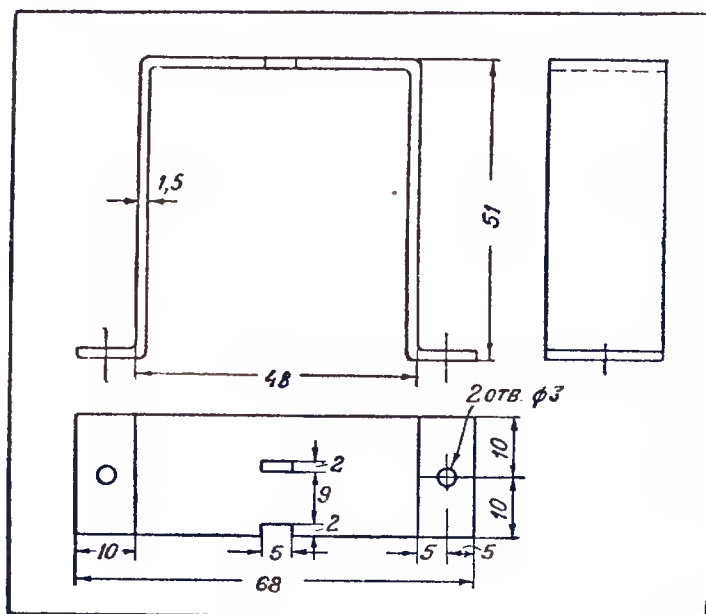

Рис. 17. Статор мотора
9. Статор асинхронного мотора (рис. 17) делается из листового железа толщиной 1,5 мм. Сгибается он так, как показано на рис. 17.